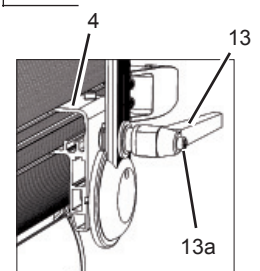

Abb. 3 / figure 3
- Bei Lieferung befindet sich der Haltebügel (2) in Ausgangsposition (Bügel umschließt Linse).
- Schrauben an den Bügellagern (4, Abb. 3) beidseitig mit Torx-Schraubendreher Nr. 25 leicht lösen, Bügel bis zur Linsenfassung (8) vorziehen.
- Bügelklemmhebel (13) lockern und Haltebügel nach oben schwenken.
- Zur Einstellung des idealen Schwerpunkts, Haltebügel (2) mittig zur Schwerpunkt-Markierung "Centre" (14) verschieben. Dann Schrauben an der Bügellager (4) wieder festziehen.
- Haltebügel in die gewünschte Neigeposition schwenken. Klemmhebel wieder festziehen. Zur besseren Bedienbarkeit lässt sich die Ausrichtung des Klemmhebels durch Drücken des Knopfs am Klemmhebel (13a, Abb. 3) verändern.
- Stativzapfen (1) und Distanzstück (1a) auf die Bohrung im Haltebügel aufsetzen, Schraube mit Scheibe und Federring eindrehen und mit Drehmomentschlüssel auf **50Nm** festziehen.
- On delivery the stirrup (2) is tilted to the front.
- Slightly loosen the screws in the stirrup bracket (4, figure 3) on both sides with the No. 25 torx screw driver and pull it towards the lens door (8).
- Loosen the tilt lock lever (13) and tilt the stirrup upwards.
- In order to position the stirrup (2) at the ideal balance point move it to the center marking (14) on the side of the lamphead. Then tighten the screws at the stirrup bracket (4).
- Tilt the stirrup to the desired angle and tighten the tilt lock lever. For better leverage, press the knob (13a, figure 3) on the tilt lock lever and turn the lever into the desired position.
- Place the spigot (1) and the spacer (1a) onto the boring in the stirrup, insert the screw with washer and spring washer and fasten it with the torque wrench to **50Nm / 37 foot pounds of torque**.